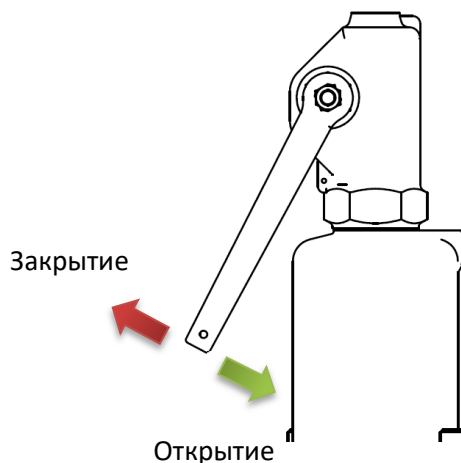

Рисунок 4
1. Удалить пломбу между колоколом (19) и крышкой (7)
2. Поднять до упора ручку в сторону Z (смотри рисунок 4)
3. Открутить колокол (19)
4. Ослабить контргайку (17)
5. Вращать регулировочный болт (18) с целью достижения требуемого давления начала открытия, с целью защиты примыкающих поверхностей, во время вращения следует придерживать шток (6) за гайку (21) предотвращая его вращение
6. Дожать контргайку (17)
7. Скрутить колокол (19) с новой прокладкой (16)
5. Вращайте регулировочный болт (18) до полного снятия натяжения пружины. С целью защиты примыкающих поверхностей, во время вращения следует придерживать шток (6) за гайку (21) предотвращая его вращение
6. Открутите гайки (14), удерживающие крышку (7) с корпусом (1). Для двусторонних болтов (13) одинаковой длины гайки (14) выверните равномерно поочередно. Для двусторонних болтов (13) разной высоты сначала открутите гайки (14) на более коротких болтах, а затем открутите гайки с более длинных болтов равномерно поочередно
7. Снимите крышку (7), отметив место установки отверстия под болт в крышке с соответствующим двухсторонним болтом
8. Снимите верхнюю тарелку пружины (15)
9. Поменяйте пружину (8) на новую
10. Установите верхнюю тарелку пружины (15)
11. Заменить прокладку (23) между корпусом (1) и крышкой (7) на новую (у фигуры 600 имеется две прокладки между корпусом и вставкой, а также крышкой и вставкой)
12. Установите крышку (7) на двухсторонние болты (13)
4. Поменять прокладку (16) на новую
5. Скрутить колокол (19)
8. Снимите верхнюю тарелку пружины (15), пружину (8) и нижнюю тарелку пружины (15)
9. Удерживая шток (6) предохранительного клапана, вытяните весь подузел закрытия клапана:
- **Фигура 240, 270, 610, 613, 614, 630, 650, 670, 673, 674 (по рисунку 5 – исполнения 01-08)** - вставка (5), втулка (9), колокол (4), кольцо (11) пружинящее кольцо (12), клапан (3) защитное кольцо (10)
- а) Снять старый клапан (3) сильно потянув вниз, одновременно держа шток (6) предохранительного клапана.
- б) Установить (если не был установлен ранее) новое защитное кольцо (10) к новому клапану
1. Удалить пломбу между колоколом(19) и крышкой(7)
2. Поднять до упора ручку в сторону Z (рисунок 4)
8. Снимите прокладку(23) между крышкой(7) и вставкой(5)
9. Вытянуть весь закрывающий подузел: Шток(6), тарелку пружины(15), Пружину(8), вставку(5), колокол(4) клапан (3)
10. Снять прокладку (23) между корпусом (1) и вставкой (5)
11. В корпусе убрать пломбу (30) на регулирующем кольце (27)
12. Вкрутить блокирующий болт (29) вместе с защитной иглой (28) чтобы наступила разблокировка регулирующего кольца (27)